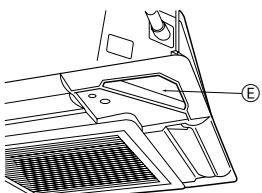

Fig. 5-7
5.4.3. Das Gitter sichern (Fig. 5-7)